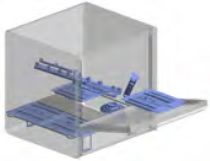

Fig. 6
- Si está presente, quite los filtros y límpielos con un cepillo bajo agua corriente (véase Fig. 6).